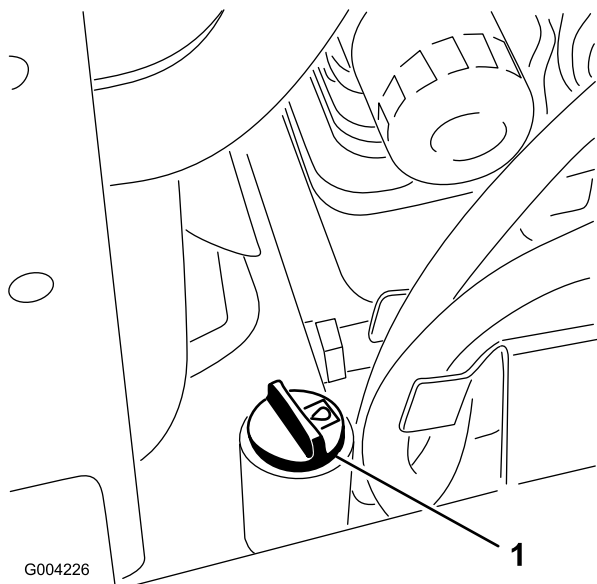

Figura 59
5. Curățați zona din jurul buonului rezervorului de ulei hidraulic (Figura 59).